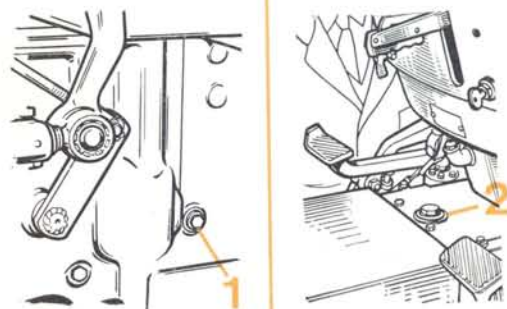

FIG. 68
Vidanger la boîte de vitesses par le bouchon (3) en ouvrant le bouchon de niveau (1) fig. 68 pour favoriser l'écoulement.
Faire le plein de la boîte de vitesses par le bouchon (2) fig. 68 à l'aide de 17 litres d'huile FIAT AMBRA 20 W-40 ou MOBILAND UNIVERSAL 20 W-40.